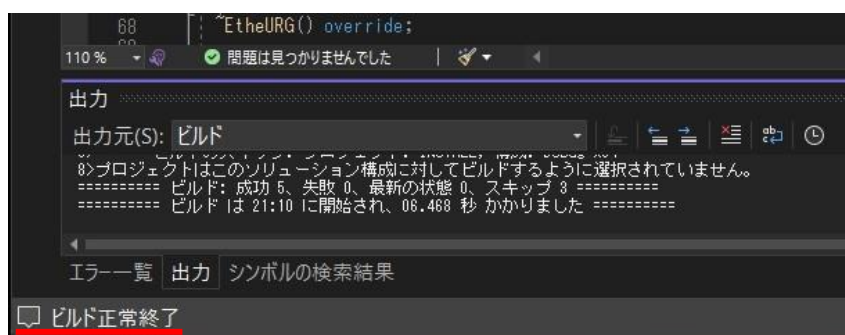

図 19 [ステータスバー]に[ビルド正常終了]と、表示された状態
- ③ 図 19 のように Visual Studio の[ステータスバー]に[ビルド正常終了]と、表示されたことを確認し、ウィンドウ右上の[×]をクリックし、Visual Studio を終了する。他の RTC も同じようにリビルドを行う。